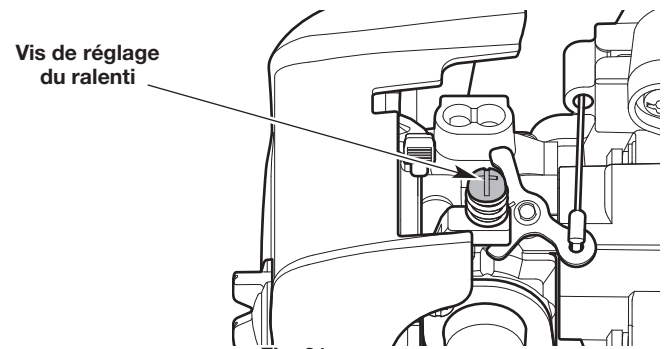

Fig. 21
- Si le moteur s'arrête, augmentez le régime de ralenti. Utilisez un petit tournevis cruciforme pour tourner la vis de ralenti vers la droite, de 1/8 de tour à la fois, et ce, jusqu'à ce que le moteur tourne bien au ralenti (Fig. 21).
- Si la lame tourne lorsque le moteur est au ralenti, réduisez le régime de ralenti. Tournez la vis de ralenti vers la gauche, d'un huitième de tour à la fois, jusqu'à ce que la lame cesse de bouger (Fig. 21).